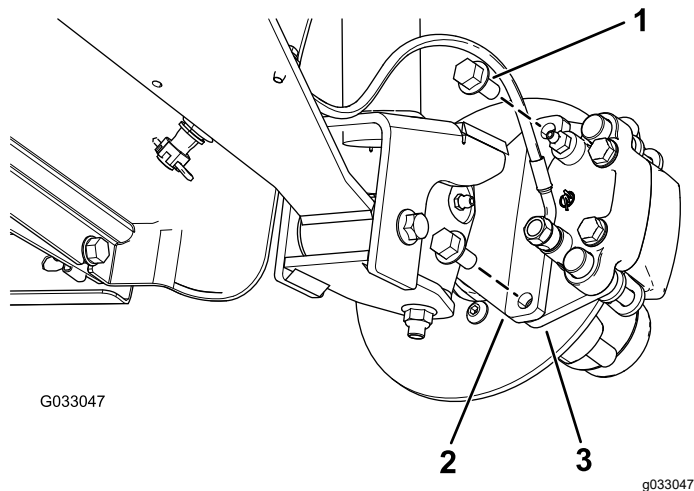
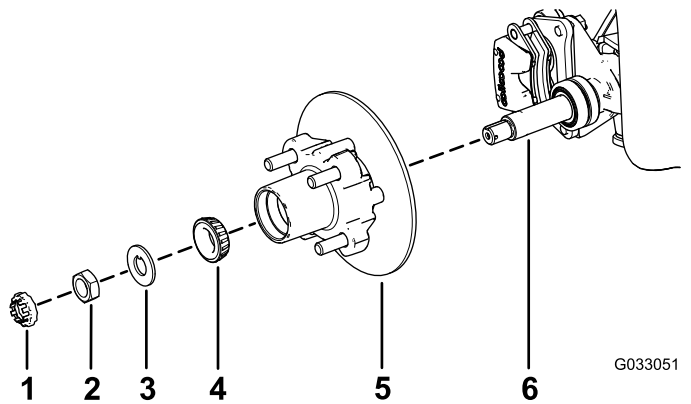

Рисунок 30
Рисунок 34
тормоза в сборе к оси, и отделите тормоз от оси (**Рисунок 30**).
- Нанесите тонкий слой консистентной смазки указанного типа на ось (Рисунок 34).
- Установите ступицу и тормозной диск на ось так, чтобы тормозной диск был внутри (Рисунок 34).
- Установите наружный подшипник на ось и в наружное кольцо (Рисунок 34).
- Установите стопорную шайбу на ось (Рисунок 34).
поворачивая ступицу так, чтобы подшипник был посажен на место (Рисунок 34).
- Совместите тормозные колодки с обеих сторон тормозного диска (Рисунок 30) с отверстиями в кронштейне суппорта и отверстиями в креплении тормоза на цапфе (Рисунок 34).
- Закрепите кронштейн суппорта на цапфе (Рисунок 30) с помощью 2 болтов с фланцевыми головками ($\frac{3}{8} \times \frac{3}{4}$ дюйма).